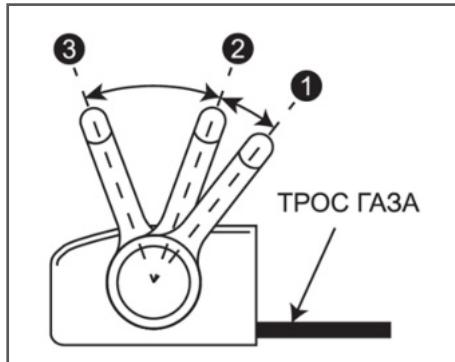
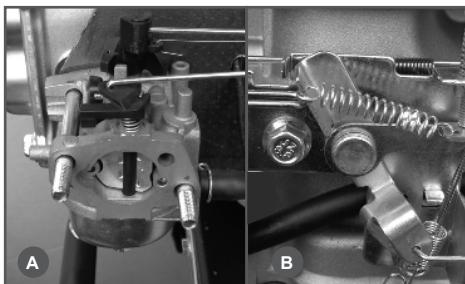
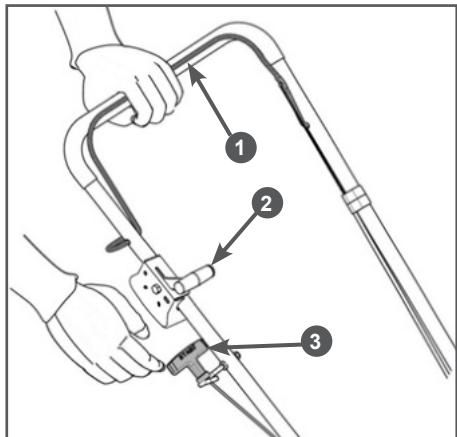

Рис. 7 Положения рычага газа
Рис. 8 Воздушная заслонка карбюратора закрыта
Рис. 12 Запуск двигателя
После правильной регулировки троса газа рычаг газа имеет три рабочих положения (Рис. 7).
При установке рычага газа в положение «1» (Рис. 7), рычаг управления на панели управления оборотами двигателя должен, толкая тягу управления воздушной заслонкой (Рис. 8В), полностью закрывать воздушную заслонку карбюратора (Рис. 8А).
Проконтролировать закрытие воздушной заслонки карбюратора можно только при снятых крышке воздушного фильтра и воздушном фильтре. Для наглядности на Рис. 8А корпус воздушного фильтра снят.
Перед запуском двигателя, несколько раз задействуйте рычаг 1 остановки двигателя (Рис. 12). Убедитесь, что трос остановки двигателя движется свободно, и что рычаг остановки двигателя работает должным образом.
2. Закройте воздушную заслонку карбюратора, для этого установите рычаг газа (Рис. 12 п. 2) в положение «1» (Рис. 7).
3. Нажмите и удерживайте рычаг 1 остановки двигателя левой рукой (Рис. 12).
- После запуска двигателя откройте воздушную заслонку карбюратора. Для этого переведите рычаг газа из положения «1» в положение «3» (Рис. 7). После этого прогрейте двигатель на холостых оборотах в течение 30 секунд.
После запуска прогретого двигателя работу можно начинать сразу, для этого переведите рычаг газа из положения «3» в положение «2» (Рис. 7).
При возникновении аварийной ситуации, для экстренной остановки двигателя отпустите рычаг 1 остановки двигателя (Рис. 12).
- Отпустите рычаг 1 остановки двигателя (Рис. 12).